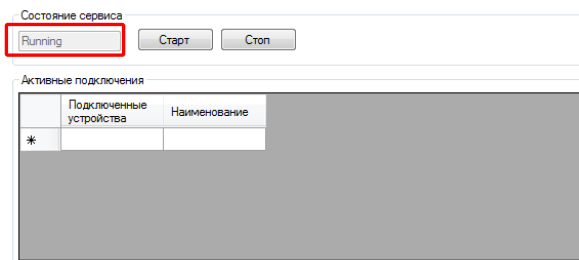

Рисунок 8.8 - Сервер запущен
10. Если сервер запущен, должно появиться следующее сообщение, рисунок 8.8.